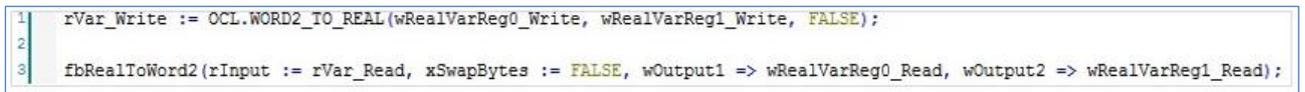

Abb. 15.4
- Um eine REAL-Variable zuzuweisen, müssen Sie zwei zusätzliche WORD-Variablen deklarieren (Abb. 15.4):